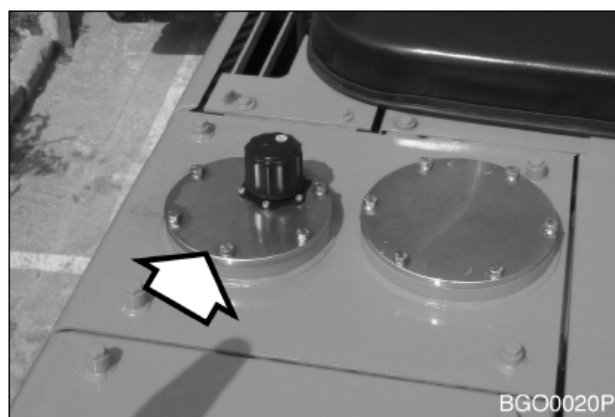

Рис. 15
- B. Гидравлический бак находится под давлением. Нажать крышку сапуна, чтобы выпустить воздух. (Рис. 15)